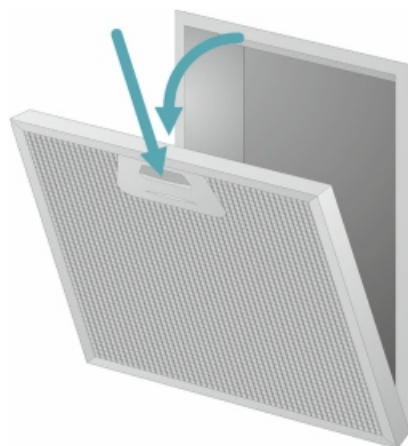

Рис. 12 Снятие алюминиевого жиरोулавливающего фильтра
1. Нажмите на защелки на жиरोулавливателем фильтре и снимите фильтр. (Рис. 12)